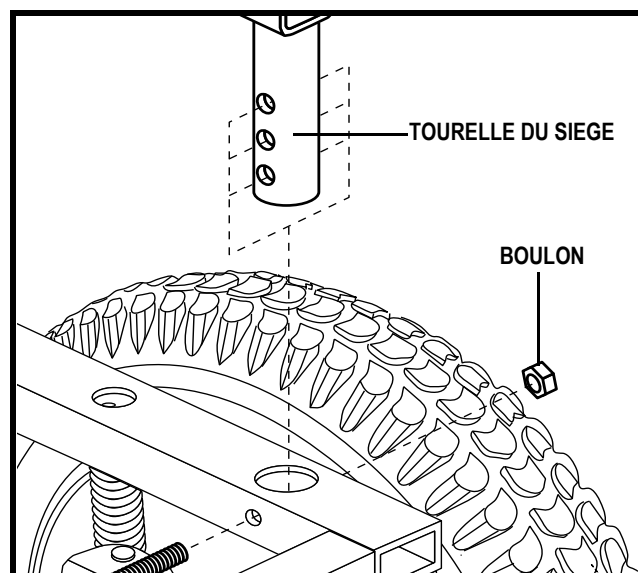

Figure 11. Réglage de la hauteur et de l'inclinaison du siège
8. Retirez le boulon qui retient chacune des quatre tourelles du siège au cadre du siège. **Voir la figure 11.**